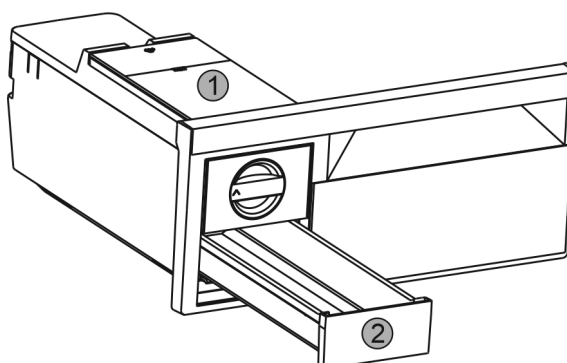

Fig. 53
- ▶ Vyměňte nádržku na vodu Fig. 53 (1) a zásuvku na kostky ledu Fig. 53 (2).